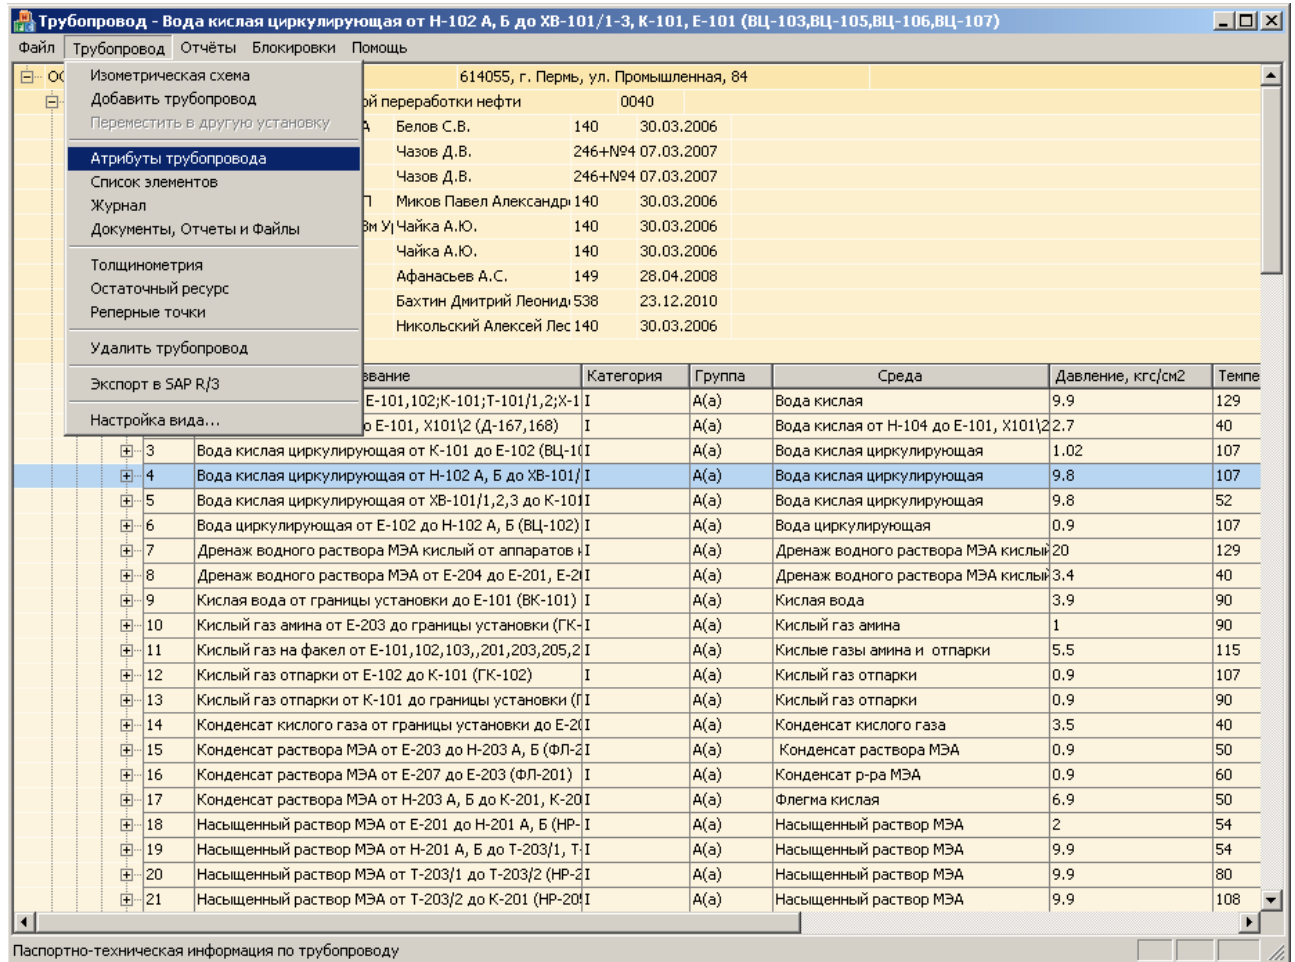

Рис. 2.2.8. Меню «Трубопровод»
На уровне **Трубопровод** меню содержит разделы «Трубопровод» и «Отчеты» (рис. 2.2.8).
- *Настройка вида* – настройка вида таблицы с параметрами трубопроводов, отображаемой в основном диалоговом окне (рис. 2.2.8). Настройка осуществляется посредством добавления или удаления соответствующих столбцов в таблице, а также